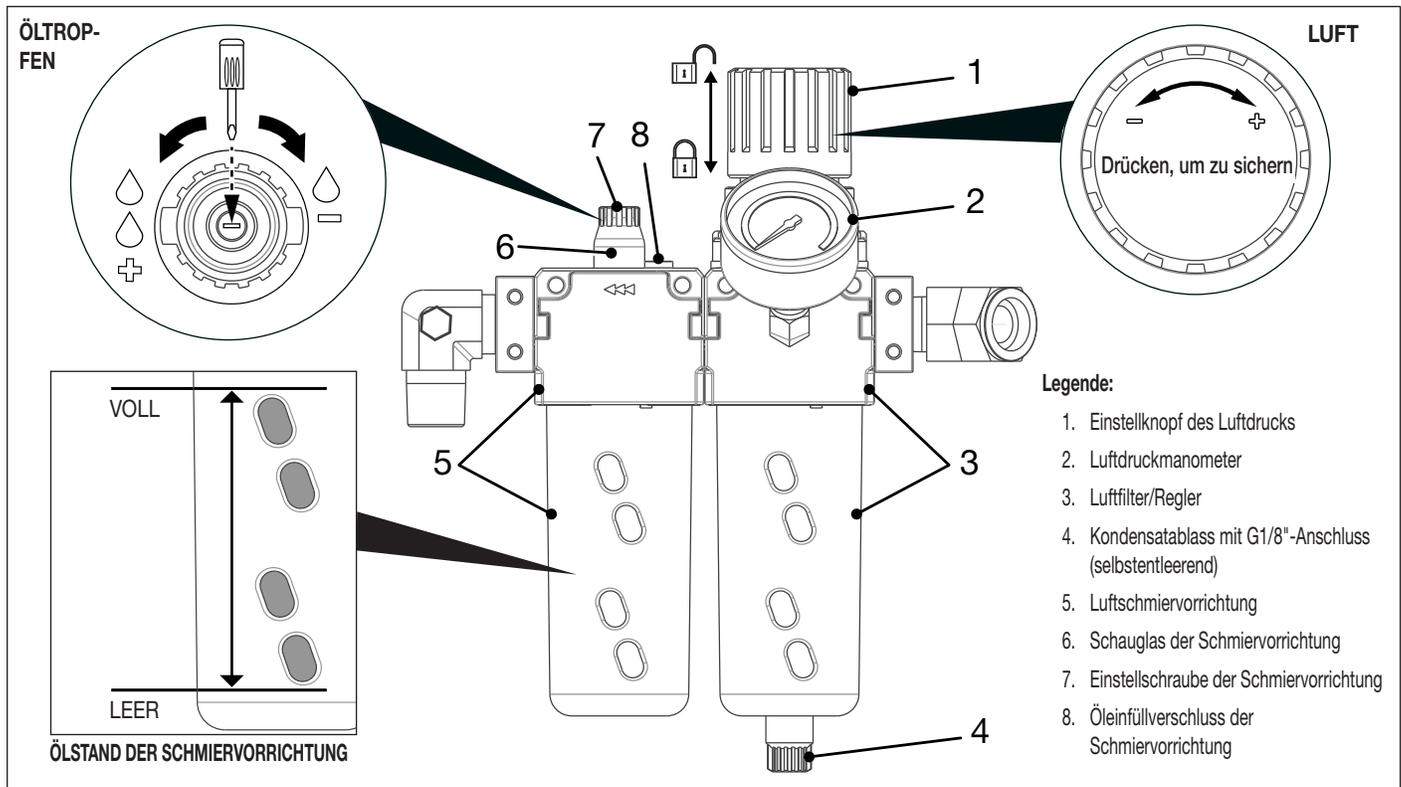

Abbildung 6: Luftfilter/Regler und Luftschiervorrichtung
Luftdruck einstellen: Ziehen Sie bei nicht laufender Pumpe den Einstellknopf des Luftdrucks nach oben, um die Einstellung zu entriegeln. Drehen Sie den Einstellknopf im Uhrzeigersinn, um die Einstellung zu erhöhen, und gegen den Uhrzeigersinn, um sie zu verringern. Drücken Sie den Knopf nach unten, um die Einstellung zu sichern. Ein Manometer an der Frontseite des Reglers zeigt den Luftdruck an. Siehe Abbildung 6.
Die Luftschiervorrichtung speist Öl in den Druckluftstrom ein und sorgt für die Schmierung des Luftmotors der Pumpe. Siehe Abbildung 6. Vor der ersten Inbetriebnahme der Pumpe muss die Luftschiervorrichtung mit Luftschiervorrichtungsfähler (nicht im Lieferumfang enthalten) befüllt werden.
3. Füllen Sie nach Bedarf langsam Schmieröl ein. Siehe Darstellung des Ölstands in Abbildung 6.
Die Tropfrate der Luftschmiervorrichtung muss eingestellt werden, bevor der Drehmomentschlüssel an Mutter oder Bolzen angesetzt wird. Siehe Abbildung 6.